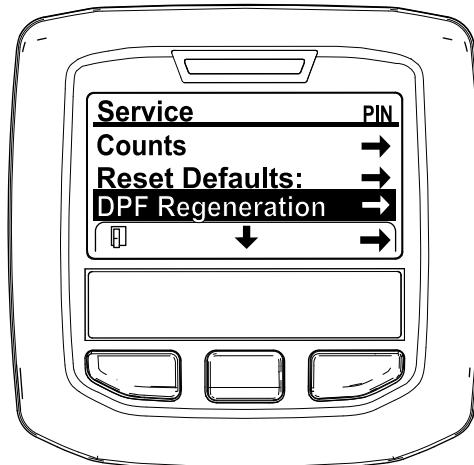

Figure 30
3. Dans le MENU ENTRETIEN, appuyez sur le bouton central jusqu'à ce que l'option RÉGÉNÉRATION DU FAP s'affiche, et appuyez sur le bouton droit pour sélectionner l'option RÉGÉNÉRATION DU FAP (Figure 30).